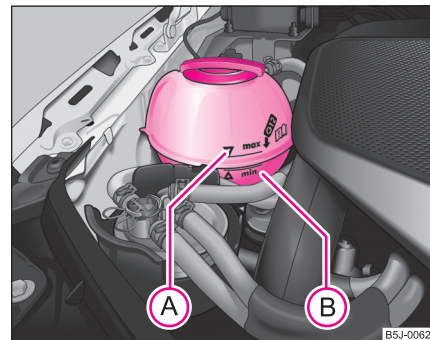

Fig. 158 Compartimentul motor: Vasul de expansiune al lichidului de răcire
- Verificați nivelul lichidului de răcire din vasul de expansiune ⇒ fig. 158. Când motorul este rece, nivelul lichidului de răcire trebuie să se afle între marcajele „MIN” și „MAX”. Când motorul este cald, nivelul lichidului de răcire poate fi și puțin peste marcajul „MAX”.
- Puneți o lavetă pe capacul vasului de expansiune ⇒ pagina 217, fig. 158 și desfăceți capacul **cu grijă** spre stânga ⇒